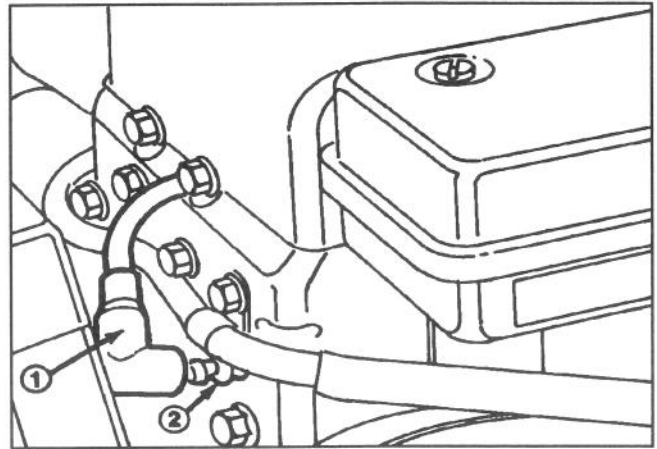

Abbildung 17
2. Den Zündkerzenstecker von der Kerze abziehen und die Zündkerze aus dem Zylinderkopf entfernen (Abb. 17).